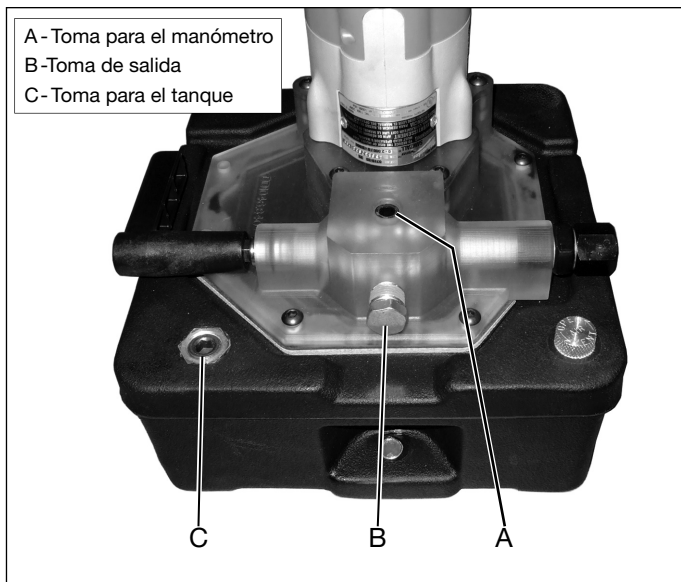

Figura 3, Tomas y conexiones
La bomba está diseñada para ser utilizada únicamente con cilindros hidráulicos monoacción y dispositivos. Realizar las conexiones como se describe en los siguientes pasos: Consultar la Figura 3 para conocer las ubicaciones de las tomas (A), (B) y (C).
1. Retirar los tapones de envío de las tomas (A) y (B). Véase la Figura 3 para las ubicaciones.